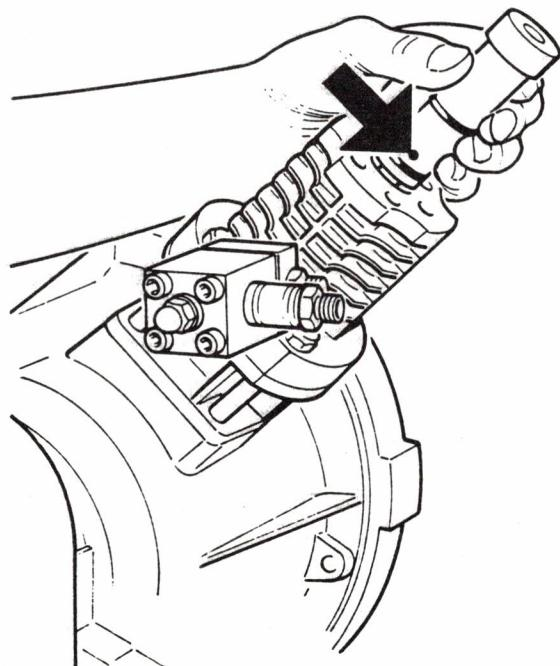

Bild 18 Kolbenbuchse einbauen
- Die Montage des Führungszyinders der 4. Druckstufe erfolgt ohne Hilfsmittel, da der Kolben keine Kolbenringe trägt. Beim Einsetzen der Kolbenbuchse in den Verdichtungszylinder darauf achten, daß die Bohrung für die entsprechende Druckölschmierung zur entsprechenden Bohrung im Zylinder zeigt (Bild 18).